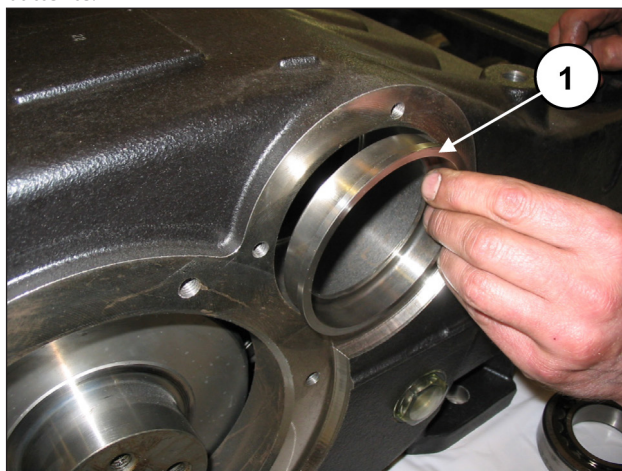
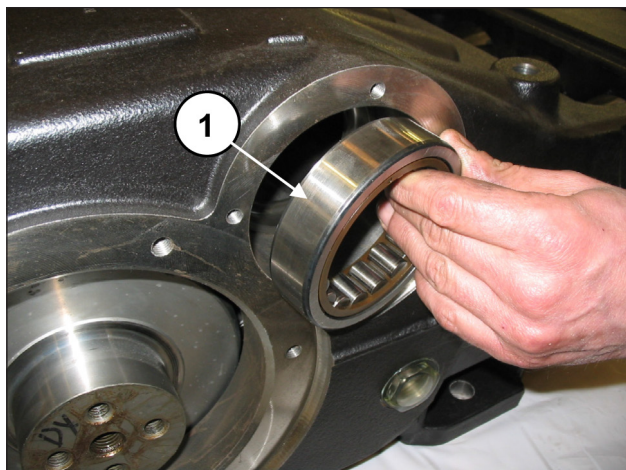

Fig. 54
Fig. 55
Da un lato del carter inserire la bussola di lubrificazione cuscinetti (pos. ①, Fig. 54) e un anello esterno del cuscinetto (pos. ①, Fig. 55) mediante l'utilizzo di un tampone e massa battente.